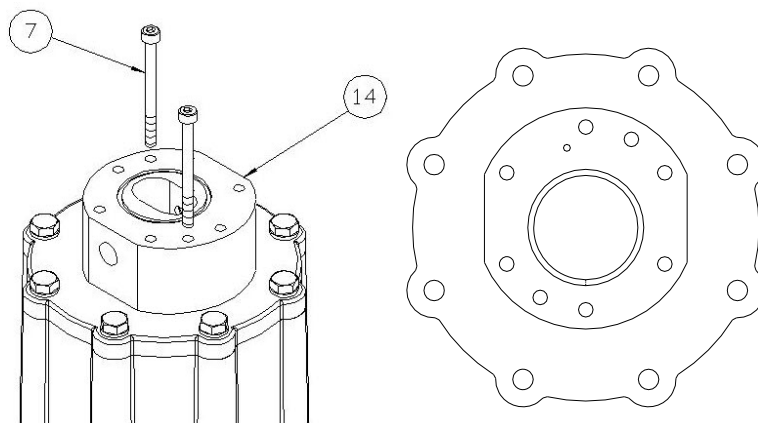

Figura 12 – No metálica
8. Fije la carcasa central con los dos pernos en los orificios, como se muestra en la Figura 12. Apriete estos pernos con la torsión especificada en la **Sección 29.2**. Siempre apriete los sujetadores en un patrón “entrecruzado” progresivo.